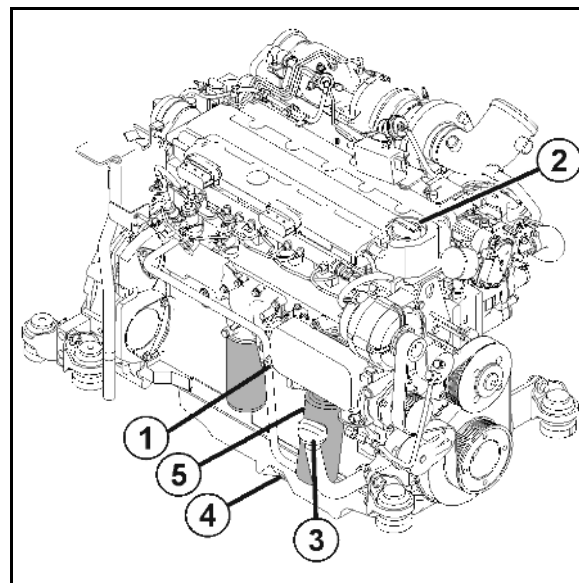

图 163
2. 将量油尺（图 163/1）拉出并使用干净的抹布清洁。
4. 如必要，必须将符合规定的油加入到加注口（图 163/2.3）中。
5. 将放油螺塞（图 163/4）旋出。